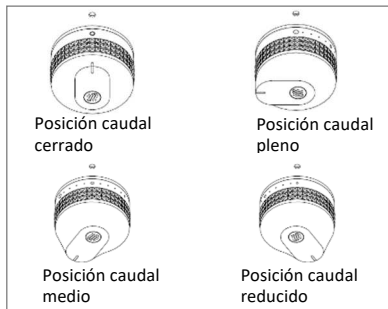

Imagen 2: Ajuste de la palanca de control
5. A continuación regule según desee la altura de la llama girando la o las palancas de control de caudal pleno (círculo grande) o caudal reducido (círculo pequeño) (consulte la imagen 2)